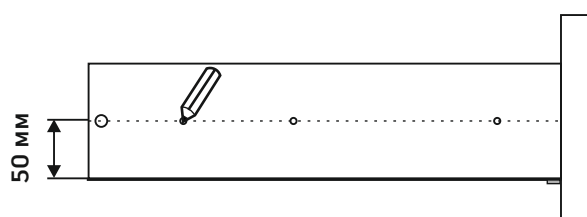

Рис.9
1. Провести линию карандашом на боковых стенках ящиков (левых, п.10 (4 шт) и правых, п.10.1 (4 шт)), соединив существующие накладки. При этом, расстояние от нижней кромки боковых стенок ящиков до линии должно быть одинаковым (см. рис.9)